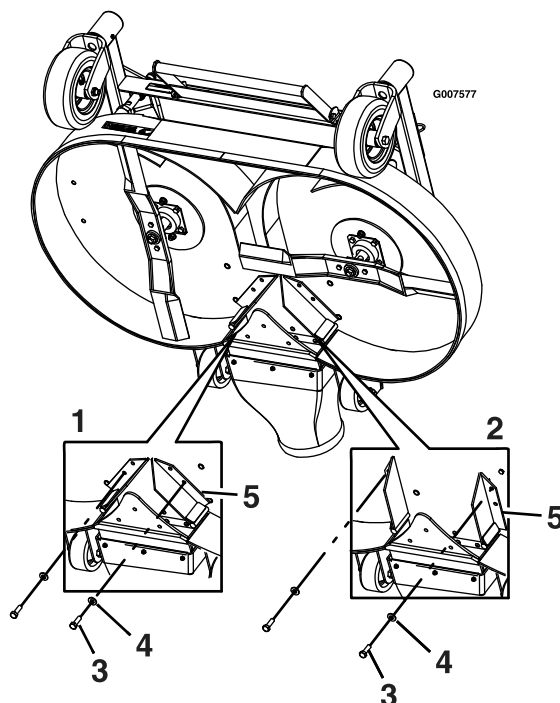

Figure 13
7. Retirez le boulon et la rondelle à l'avant de chacun des déflecteur FRS (Figure 13).